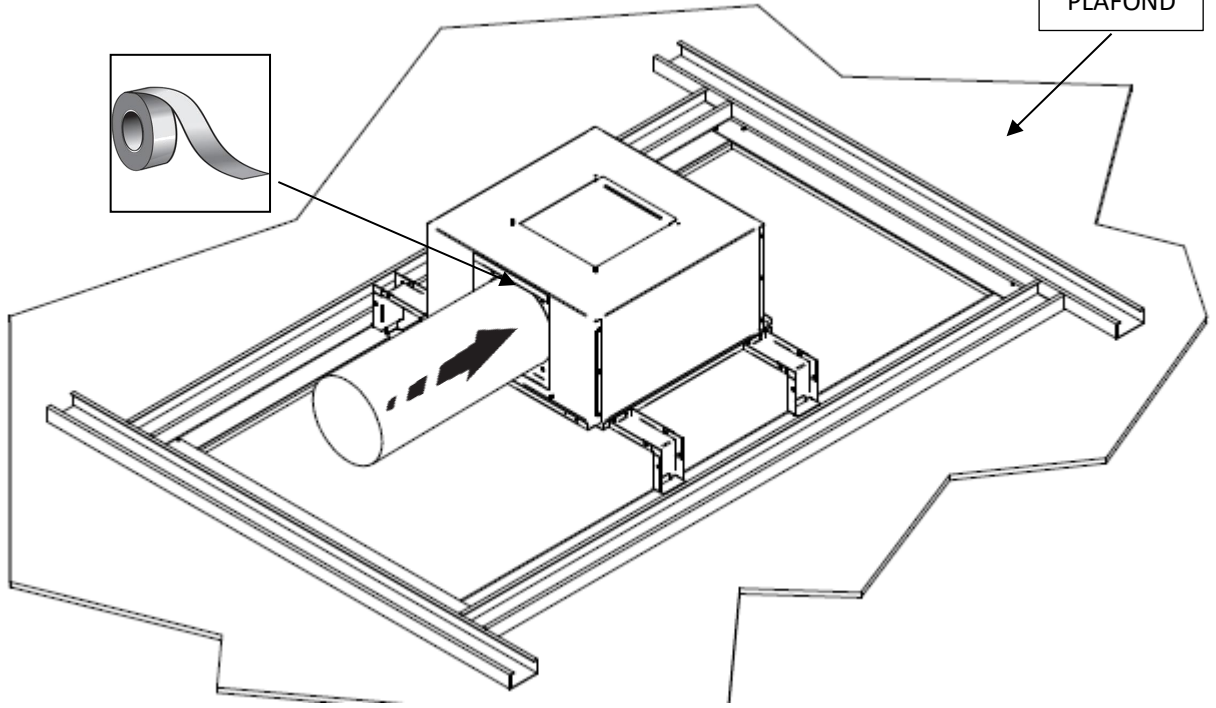

Fig. 10
- Boucher les 6 trous indiqués sur la figure 10 en utilisant les bouchons fournis (ces trous ne sont nécessaires que dans le deuxième type d'installation) (fig.10).